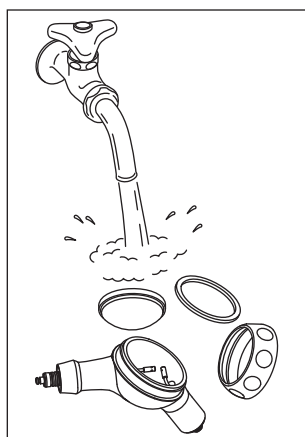

Fig.14
- 3) Lave o pó de limpeza aderido ao interior do recipiente/da tampa do recipiente de pó sob água corrente. (Fig. 14)